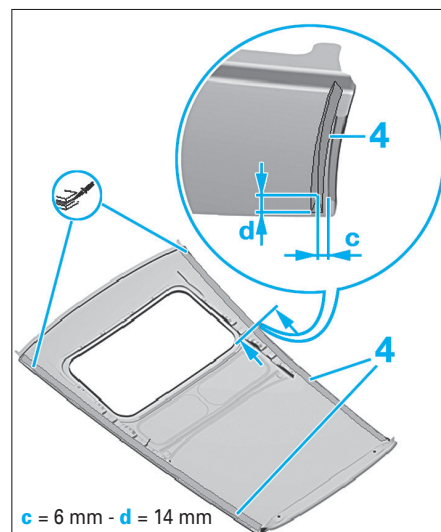

FIG. 123
- Appliquer sur la face intérieure du pavillon, parallèlement aux flasques gauche et droit de pavillon, la colle de montage monocomposant (4) avec le pistolet à air comprimé (Fig.123).